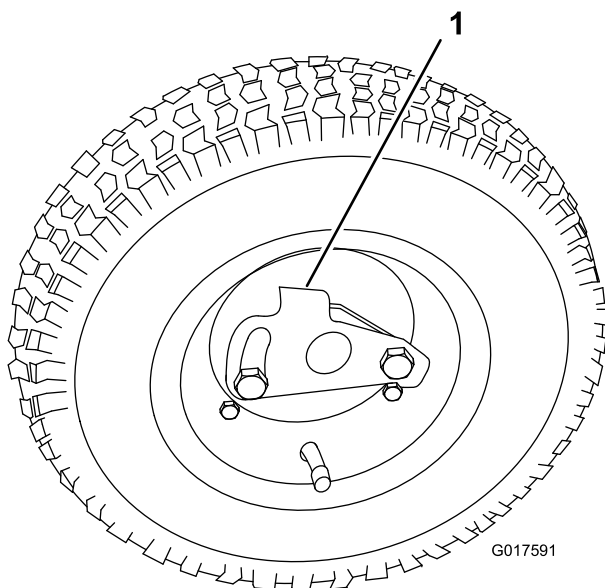

Figura 8
3. Ruotate la clip di bloccaggio della ruota allontanandola dal centro della ruota e lasciandola scorrere più in là sull'assale (Figura 8).